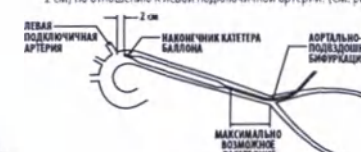

Рис. 16
22. Продвигайте баллонный катетер в надлежащее положение в нисходящей грудной аорте таким образом, чтобы наконечник баллонного катетера располагался дистально (на расстоянии прибл. 2 см) по отношению к левой подключичной артерии. (См. рис. 16.)